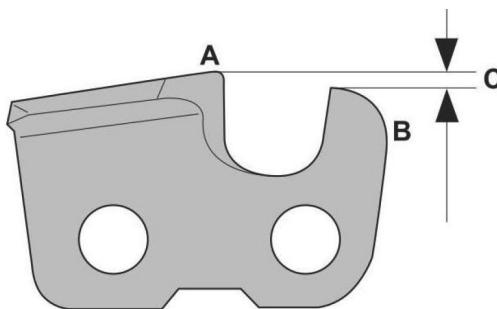

Рис. 25
При начале эксплуатации новой пильной цепи, 6-8 заточек могут быть только режущих зубьев, круглым напильником. Затем верхняя точка режущего зуба (A) (рис. 25) снижается, производительность пиления падает и для исправления ситуации необходимо снизить высоту ограничителя глубины резания (B) для восстановления рекомендованного значения глубины резания (C).